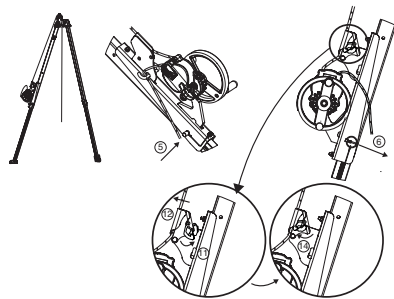

Fig. 9
**BELANGRIJK:** Let op de montagerichting: de blokkeerinrichting van de streng dient naar de bovenkant van de tracpode-drievoet gericht te zijn (Fig. 9).
5. Plaats de verankerbroche van de console van het Derope™-toestel UP R. Deze verankerbroche heeft twee functies: vergrendelen van de poot van de tracpode-drievoet en verankeren van de console van het Derope™-toestel UP R op deze poot (Fig. 9, 5).
6. Vergrendelen van de verankerbroche door de clipstift (Fig. 9, 6).
11. Open de kleminrichting van de streng van de console (Fig. 9, 11).
12. Plaats de streng die uit het Derope™-toestel steekt in de kleminrichting van de streng van de console (Fig. 9, 12).
14. Sluit de kleminrichting van de streng (Fig. 9, 14).